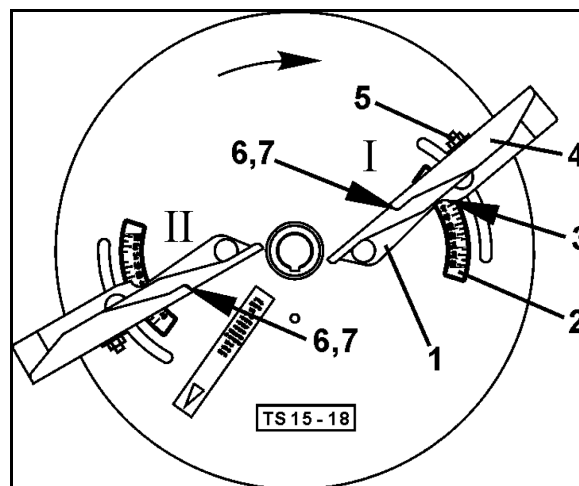

Рис. 80
производится с помощью телескопических лопастей (Рис. 80/1) по данным таблицы норм внесения удобрений в зависимости от сорта распределяемого удобрения и расстояния первой колеи от края поля следующим образом:
1. Поверните телескопические лопасти (Рис. 80/1) на распределяющем диске после того, как Вы отвернете соответствующую барашковую гайку в области шкалы (Рис. 80/2). Снимите показание числового значения на указателе (Рис. 80/3) и снова затяните барашковую гайку.
2. Установите наружную сторону лопасти (Рис. 80/4) после отвинчивания гайки (Рис. 80/5) на шкале (Рис. 80/6) на более высокое буквенное значение. Производится считывание конкретного положения наружной части лопасти на указателе (Рис. 80/7) шкалы.